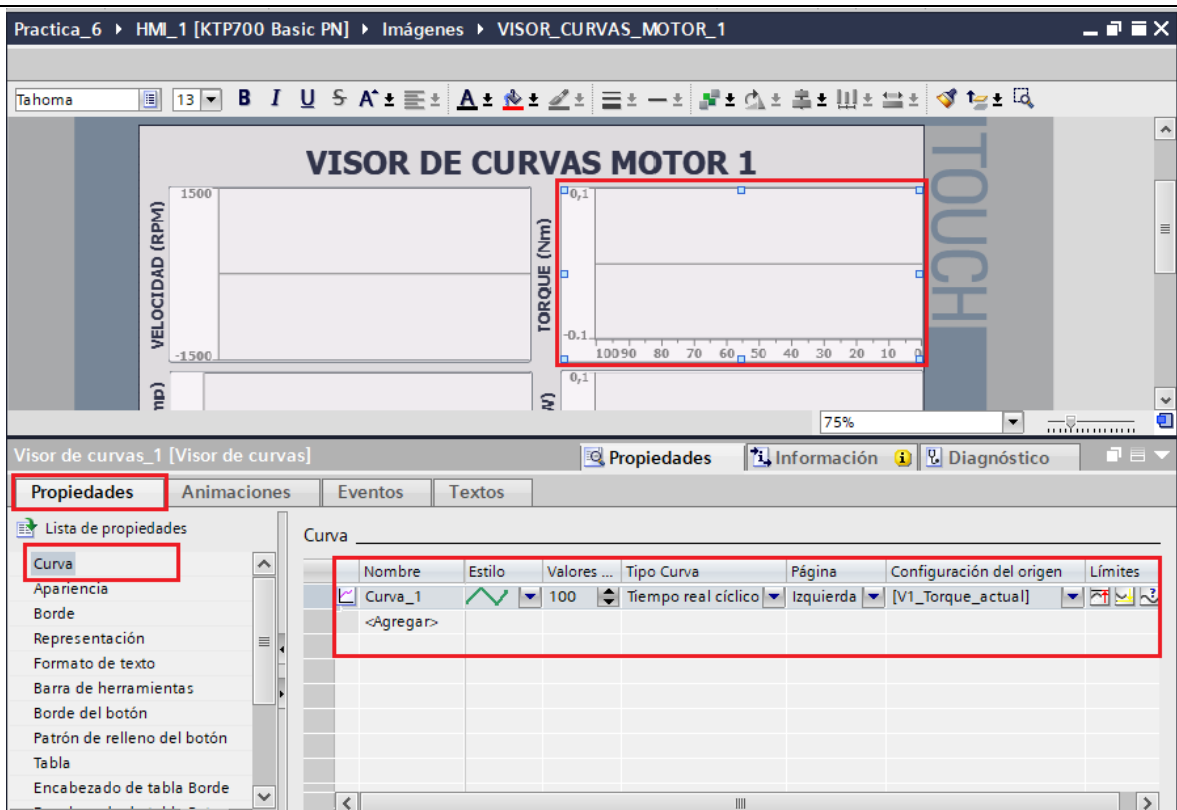

Figura 67. Configuración visor de curvas de Torque.
- En “Configuración de origen” seleccionar la variable del PLC “V1_Torque_Actual” (ver Figura 67).